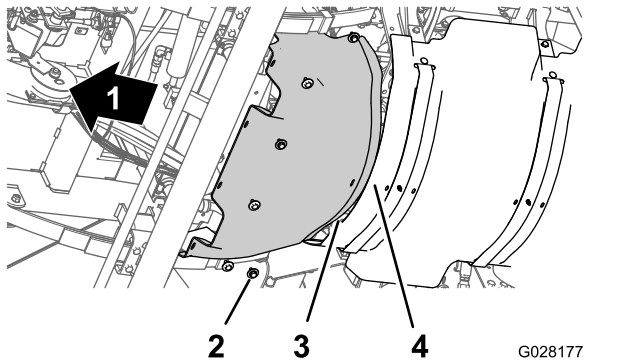

Bild 60
1. Fluchten Sie den hinteren Flansch des vorderen Wärmeschutzblechs über dem vorderen Flansch des hinteren Wärmeschutzblechs aus (Bild 60).
2. Fluchten Sie die Löcher im vorderen Wärmeschutzblech mit den Gewindelöchern im Chassis aus (Bild 60).
3. Befestigen Sie das vordere Wärmeschutzblech mit den sechs Sechskantschrauben und sechs Scheiben (Bild 60), die Sie in Schritt 3 von Entfernen des vorderen Wärmeschutzblechs \(Seite 53\) entfernt haben, an der Maschine.